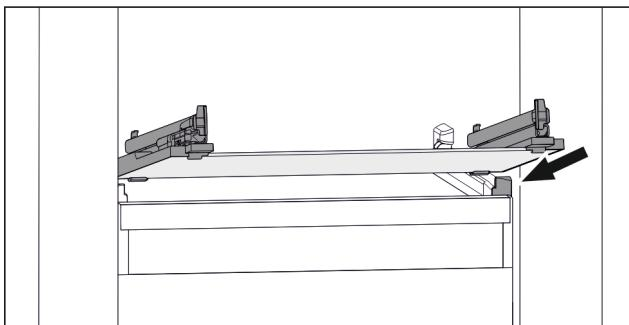

Fig. 69 Примерное отображение стеклянной пластины
- Наклоняя вниз, установите стеклянную пластину за стопоры. (см. Fig. 69)